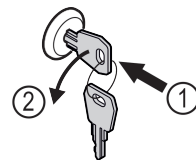

Fig. 160
- ▶ Inserire la chiave. Fig. 160 (1)
- ▶ Ruotare la chiave di 90° in senso antiorario. Fig. 160 (2)